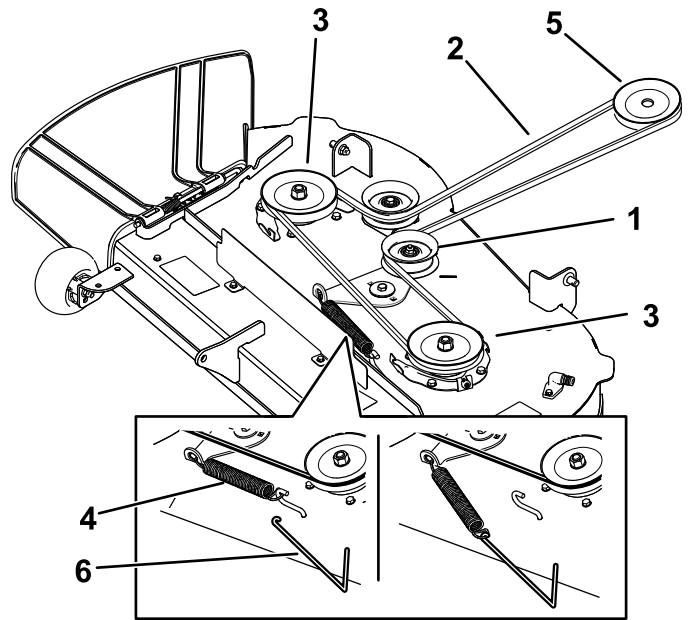

Figure 52
6. À l'aide d'un outil de dépose de ressort (réf. Toro 92-5771), décrochez le ressort du crochet sur le tablier, pour détendre la poulie de tension et déchaussez la courroie des poulies (Figure 52).
7. Acheminez la courroie neuve autour de la poulie du moteur et des poulies du tablier de coupe (Figure 52).
8. À l'aide d'un outil de dépose de ressort (réf. Toro 92-5771), accrochez le ressort au crochet situé sur le tablier, afin d'exercer une tension sur la poulie de tension et la courroie du tablier de coupe (Figure 52).